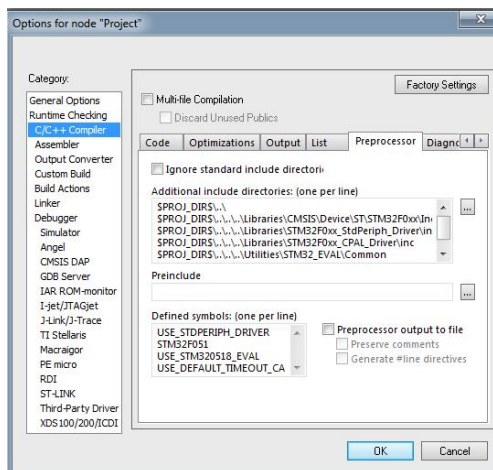

Рисунок 3.6. Выбор категории
16. Выбираем категорию «C/C++ Compiler» и вкладку Preprocessor(рисунок 3.6.)